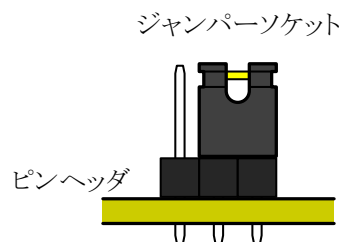

図 2 0 ジャンパーソケットの差し込み方
- ⑰ ジャンパーソケット (JS1, JS2) の挿入向きは、図 2 0 に示すとおりとする。